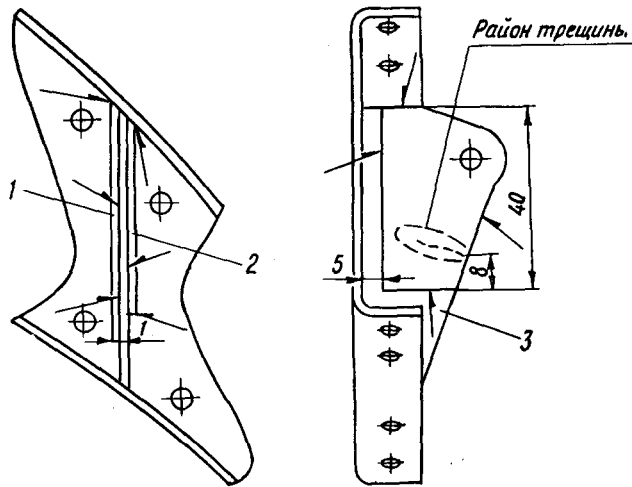

Рис. 2.13.2. Ремонт кронштейнов тандреного соединения секций предкрылка:
2.6. Изготовьте накладки для усиления ребра кронштейна из стали 20 толщиной 1 мм, вырезав их и опилив по контуру ребра до размеров, указанных на рис. 2.13.2.